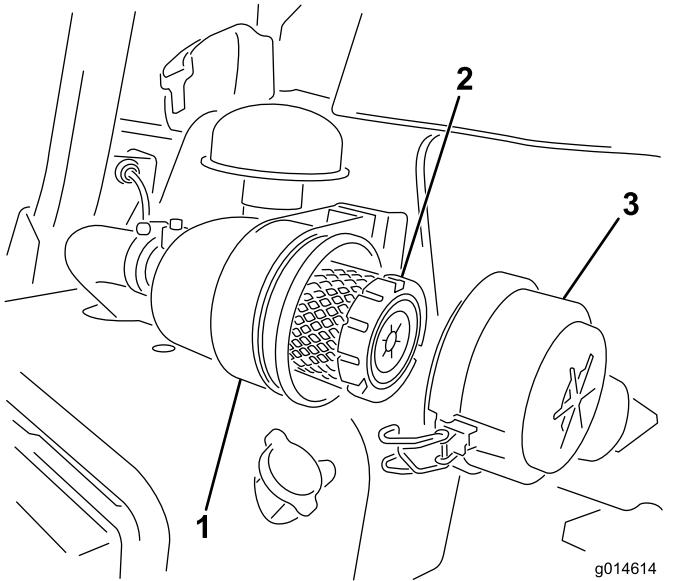

Figura 25
1. Rilasciate i fermi che fissano il coperchio del filtro dell'aria al relativo corpo (Figura 25).
- Fissate i fermi (Figura 25).